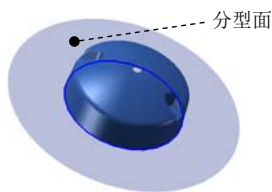

图 10.6.8 分型面
Step3. 单击“分型面”对话框中的按钮，完成分型面的创建，如图 10.6.8 所示。